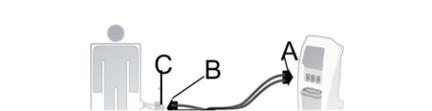

Figura 7 –
- Collegare il tubo (A) alla porta di connessione del tubo sul termoregolatore (Figura 7).